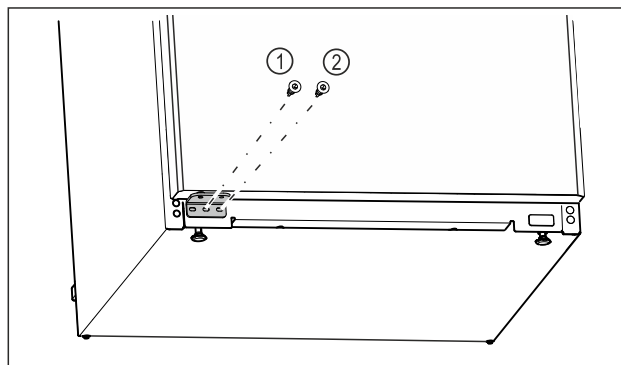

Fig. 24
- Utáhněte prostřední šroub stojanu ložiska Fig. 24 (1) šroubovákem Torx 20.
- Utáhněte vnitřní šroub stojanu ložiska Fig. 24 (2) šroubovákem Torx 20.